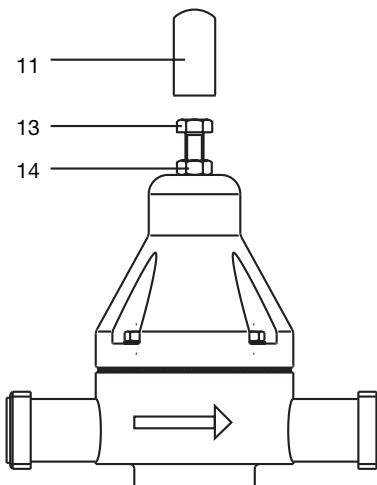

Fig. 3
- Retire la capucha de protección (11) (véase la ilustración 3).
- Abra el tornillo de regulación (13) hasta que se cese la resistencia (hasta que se deje girar con facilidad).
- Regule la presión de funcionamiento deseada girando el tornillo de regulación (13) hacia dentro (tome la lectura de la presión de regulación en el manómetro).
- Asegure el tornillo de regulación (13) apretando la contratuerca (14).